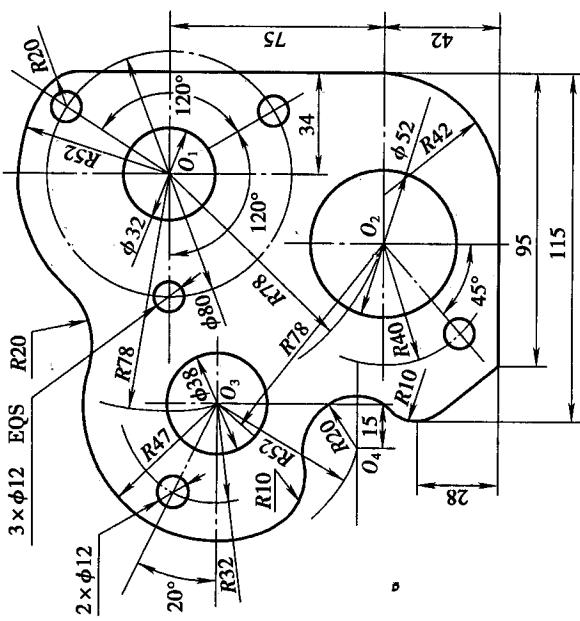

图 2—1
- 七、欲在 $180 \text{ mm} \times 180 \text{ mm} \times 2 \text{ mm}$ 的 Q235 钢的钢板上划出如图 2—1 所示样板的加工界线，试写出划线步骤并完成具体操作。